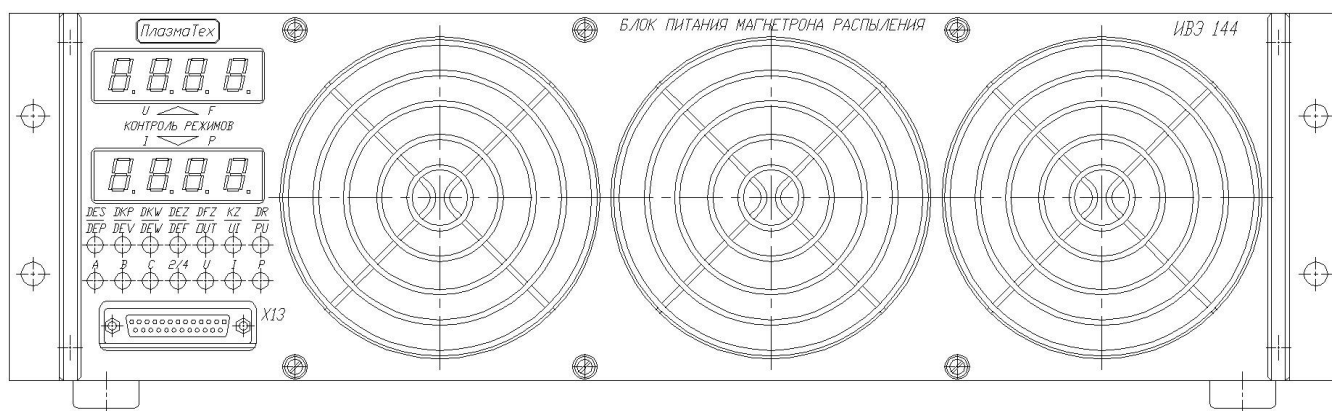
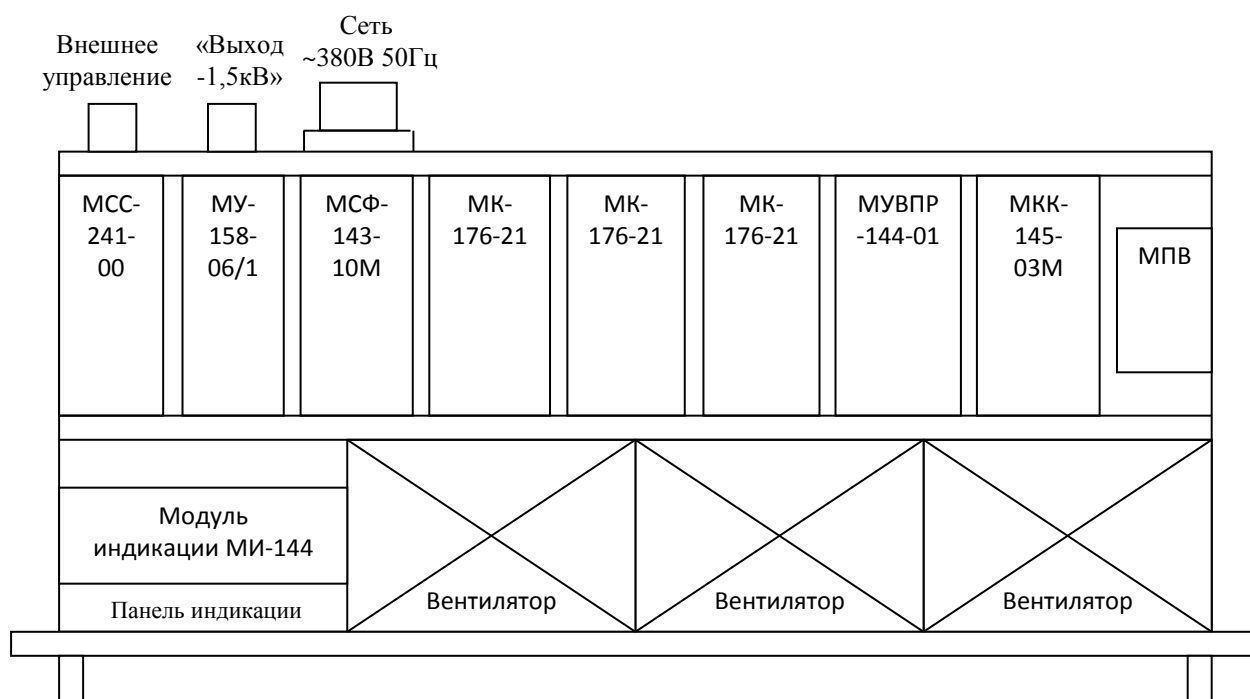

Рис.1. Внешний вид блока «ИВЭ-144Н» без «КУ».
Рис.3. Расположение модулей в блоке «ИВЭ-144Н»
Блок выполнен в конструктиве «Евромеханика», высотой 3U (см. рис.1, 2). На основании закреплена кросс-плата, которая осуществляет коммутацию сигналов между модулями посредством установленных на ней «SLOT»-разъемов. Это обеспечивает быстрый съём и установку модулей в блок. Расположение модулей в блоке показано на рис.3.
7.1. Перед началом работы внимательно изучите настоящее техническое описание (ТО) и ознакомьтесь с назначением и расположением органов управления и индикации на самом блоке и на «КУ», пользуясь вышеприведёнными рис.1,2 или самим изделием, а также нижеприведённой расшифровкой их названий.